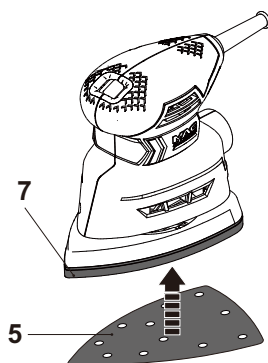

Fig. 1
- > Alinhe os orifícios da nova folha de lixa (5) com os da placa base (7) para assegurar uma extração de pó eficiente, se disponível.
- > Devido ao sistema de velcro, as folhas de lixa colocam-se com uma simples pressão na placa base (Fig. 1).